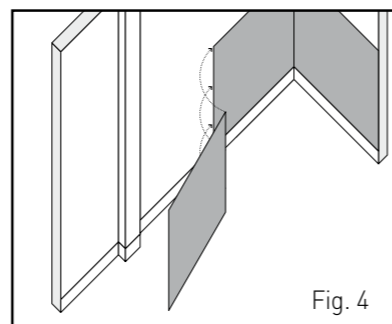

Fig. 4
- Placer le panneau DECOCHOC en respectant les jeux préétablis de chaque côté du mur. [Cf. Fig.4]